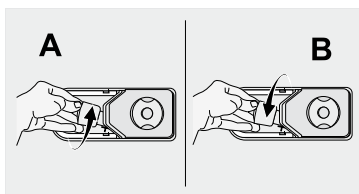

Figura 47
- (A) Retire el bombillo girándolo en sentido anti horario hasta que éste se libere. (B) Luego coloque el bombillo nuevo girándolo en sentido horario. (Ver figura 47). NO deje el plafón sin bombillo.